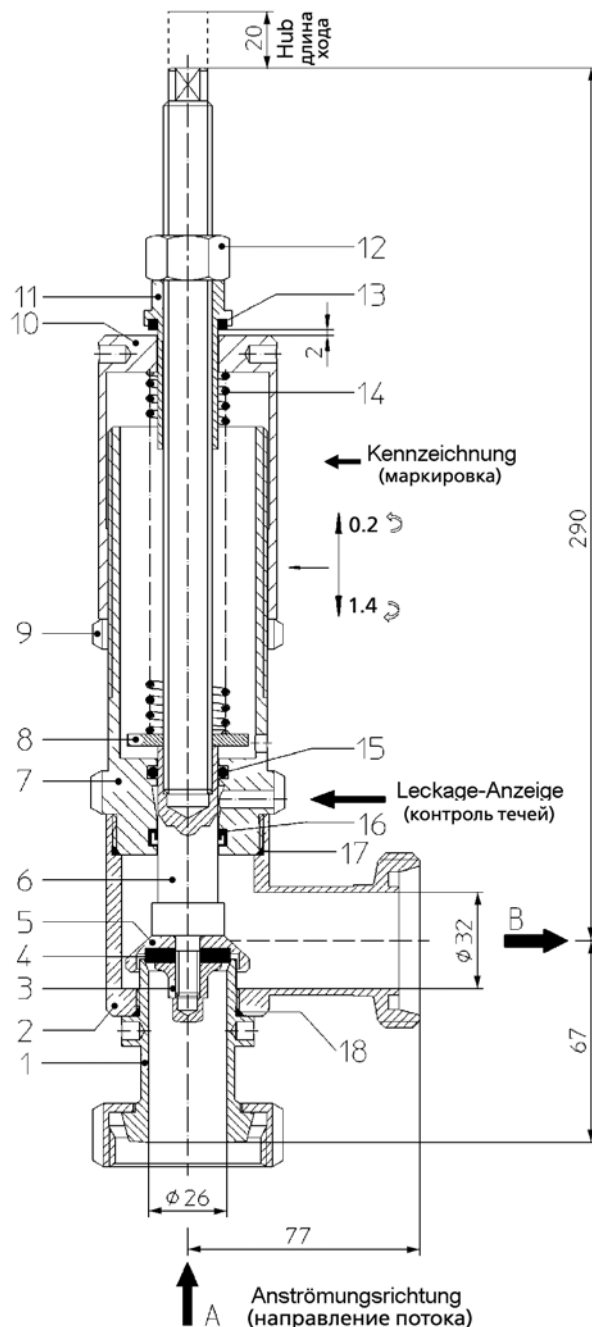

Рис. 3
Предпочтительное положение установки предохранительного клапана вертикальное, к порту «А» (см. рис. 3). Для предохранительных клапанов с установленным давлением срабатывания ≤ 0,5 бар вертикальное положение для монтажа является рекомендуемым. Клапан должен быть установлен таким образом, чтобы жидкость не оставалась его корпусе и свободно вытекала через порт «В». Также при установке клапана следует учитывать, что в момент срабатывания, клапан может немного смещаться.
□ Маркировка (см. рис. 3)
- Ослабьте гайку (12) от направляющей (11)
- Вращайте направляющую (11) по направлению к регулировочной гайке (10) и после их контакта сделайте еще 1-2 оборота. Это приподнимет диск клапана (5) и снимет нагрузку с уплотнения (4).
- Ослабьте стопорную гайку (9)
- Давление срабатывания клапана устанавливается с помощью регулировочной гайки (10) и зафиксируйте ее с помощью стопорной гайки (9).
- Направляющая (11) должна быть установлена примерно на 2 мм выше регулировочной гайки и зафиксирована гайкой (12) (рис. 3).
□ **Разборка и сборка** (см. рис. 3)